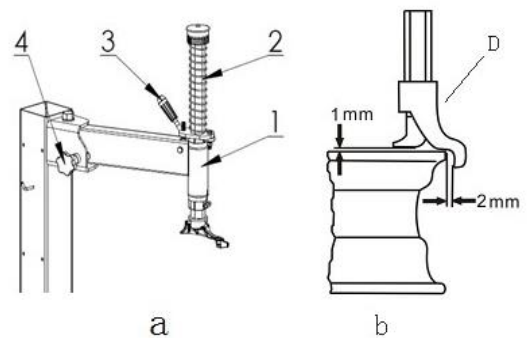

Fig. 16
- Ontgrendel de verticale arm (2, fig. 16a) door de arreterhendel (3, fig.16) naar u toe te trekken.